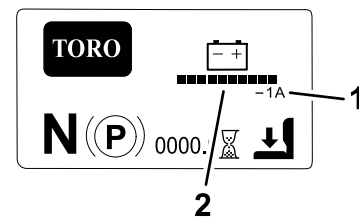

図 21
- **主画面**図 21: キーが ON 位置にある時に、マシンの現在の情報を表示します。この画面には、バッテリーシステムの充電レベルと電流が表示されます。